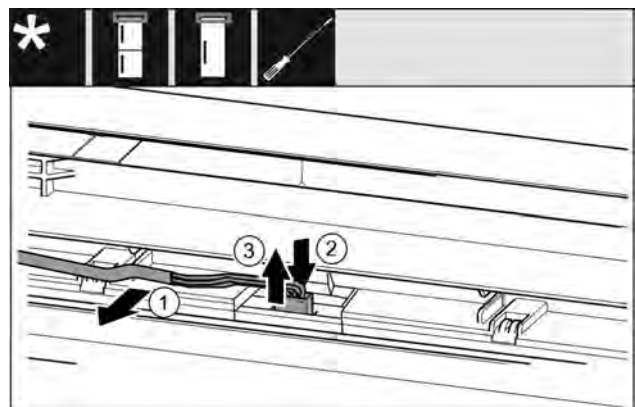

Fig. 7
- ▶ Осторожно высвободите серый кабель из направляющей в двери. Fig. 7 (1)
- ▶ Вдавите назад накладку за штекером. Fig. 7 (2)
- ▶ Осторожно вытяните штекер вверх. Fig. 7 (3)